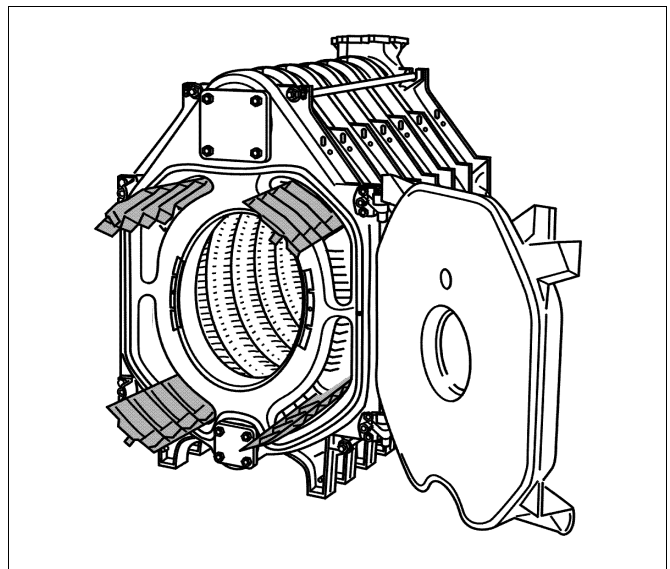

Fig. 31 Piastre di guida dei gas scaldanti (soltanto per caldaie da 8 - 11 elementi)
- Estrarre le piastre di guida dei gas scaldanti dalla cassa delle parti di corredo ed inserirle nei tiraggi dei gas scaldanti, corrispondentemente alla scritta fusa sulle stesse (vedi fig. 31 e la tabella sottostante).